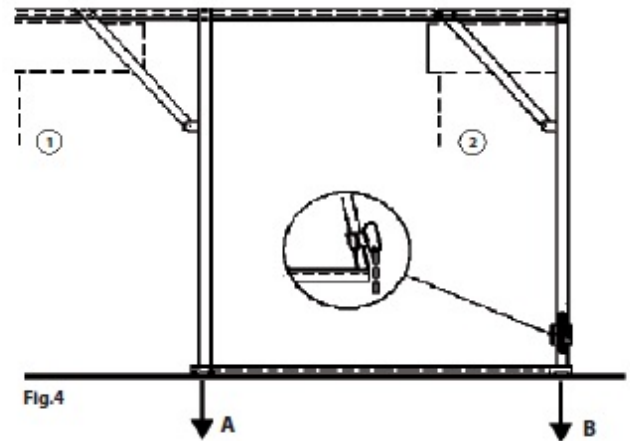

Fig.4
4. Deplasați suportul în poziția exactă de lucru, care trebuie să fie pe o suprafață plană și orizontală și care este adecvată pentru susținerea încărcăturilor enumerate și specificate în continuare în acest manual. (Fig.4 și 5).
7. Dacă doriți să utilizați dispozitivul de ridicare fără contragreutați, trebuie să vă asigurați că suportul este ancorat corespunzător, conform instrucțiunilor unui tehnician autorizat legal. În acest scop, acest manual oferă (vezi fig.4) forțele așteptate pe suprafața rulmentului și reacțiile pe ancoraje. Ancorarea trebuie realizată cu ajutorul a două cleme tubulare speciale cu inele (furnizate de fabricant la cerere) care trebuie amplasate la baza barelor din spate.
- reglați spațiul de aer prin deblocarea șurubului capului hexagonal "A" și roțiți piulița "B": distanța "C" trebuie să fie cuprinsă între 0,4 și 0,6 mm. În timp ce motorul funcționează, ventilatorul "D" trebuie să se rotească liber fără a freca discul. Verificați dacă frâna funcționează corect, apoi înlocuiți carcasa și fixați-o cu șuruburile (Fig.4).